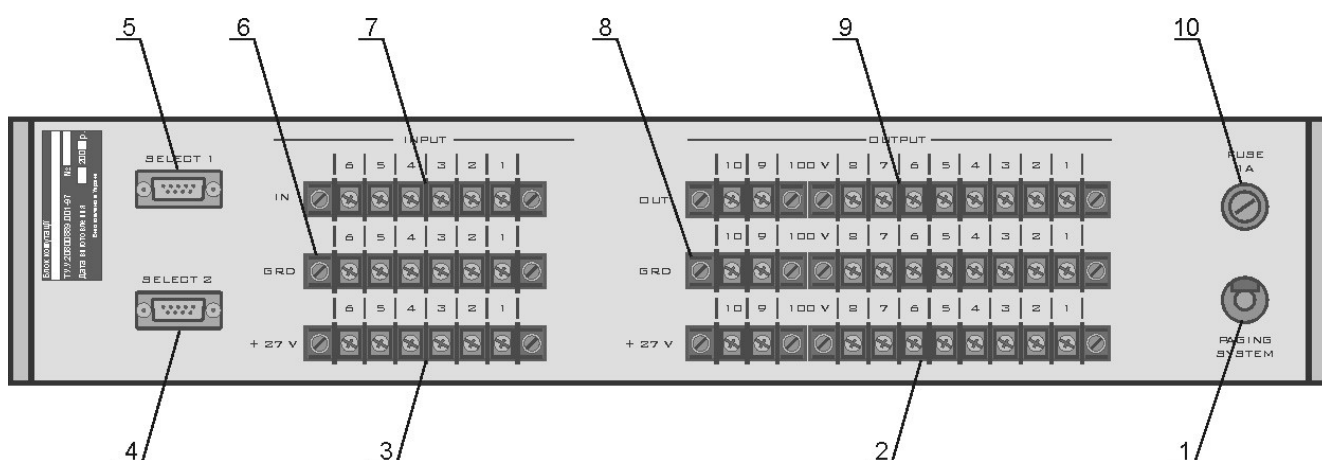

Рисунок 15
9.2.9. Розміщення клем на задній панелі блока комутації, призначеного для роботи з трьохпровідною лінією вказано на рис. 15.